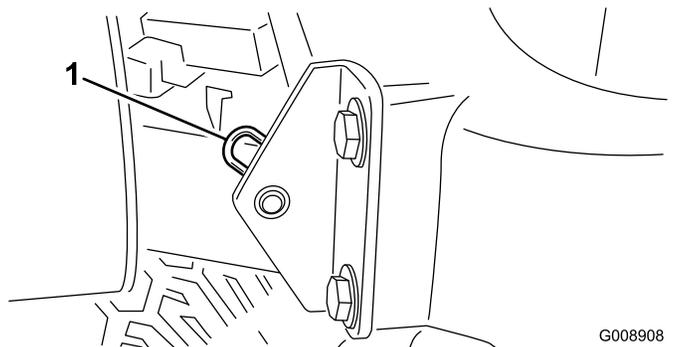

図 48
- フードのピボット部をブラケットに固定しているコッターピンを抜き取る 図 48。